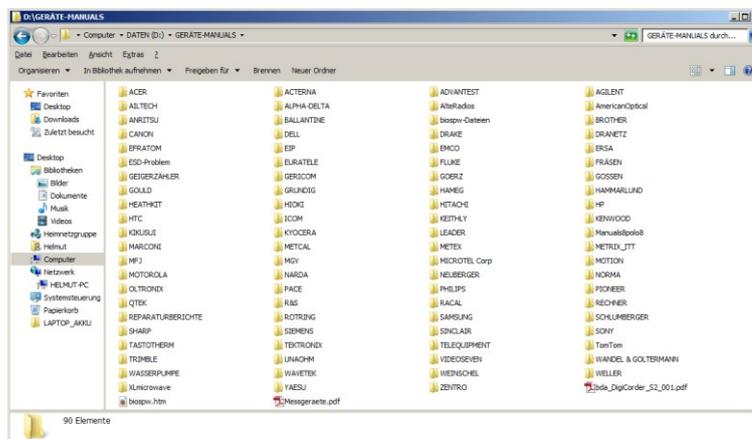

Abb. 4: Muster einer Liste von Gerätemanuals
- Gerätemanuals [4] können je nach Größe des Geräteparks und der Sammelwut seines Besitzers durchaus ebenfalls 50 GB belegen (Abb.4).